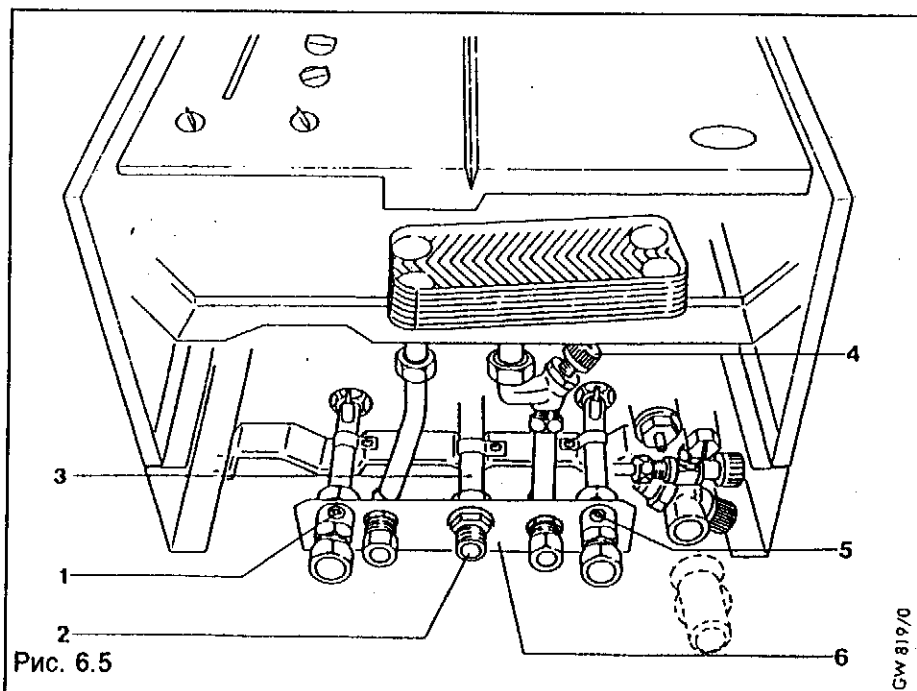

Рис. 6.5
- открыть запорный вентиль холодной воды повернув его влево (4, рис. 6.5) (только VUW).
- открыть газовый запорный кран (2, рис. 6.5).
- открыть ревизионные краны в отопительном контуре (1 и 5, рис. 6.5)